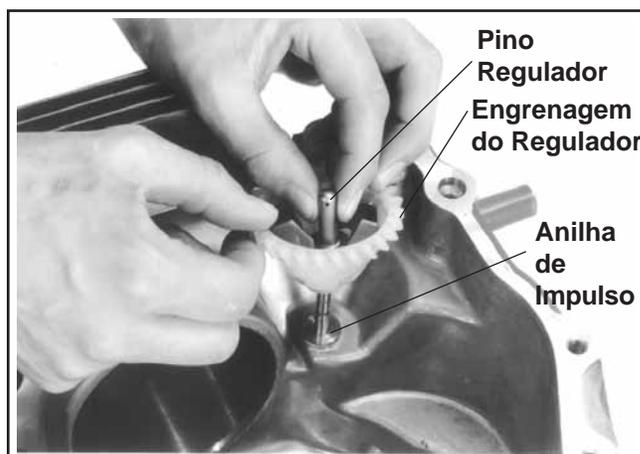

Figura 11-1. Instalar a Engrenagem do Regulador.
2. Posicione o pino regulador na engrenagem/nos pesos do regulador, conforme mostrado na Figura 11-1. Faça deslizar a engrenagem/o pino regulador do regulador sobre o veio da engrenagem do regulador.